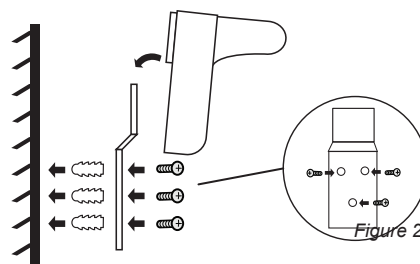

Figure 2
9. Choisir un bon endroit et fixer le support de fixation sur un mur solide (ou utiliser une plaque derrière un mur de plâtre) avec les trois chevilles et les vis livrées avec l'appareil. (voir figure 2).